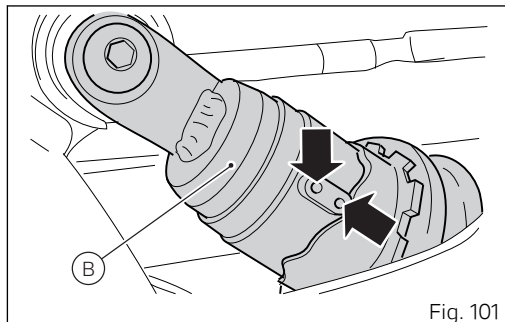

Fig. 101
El valor de la tensión cadena es válido si el amortiguador trasero (B) se encuentra en la condición de default, o sea 2 marcas desde todo precargado, como ilustra (Fig. 101).